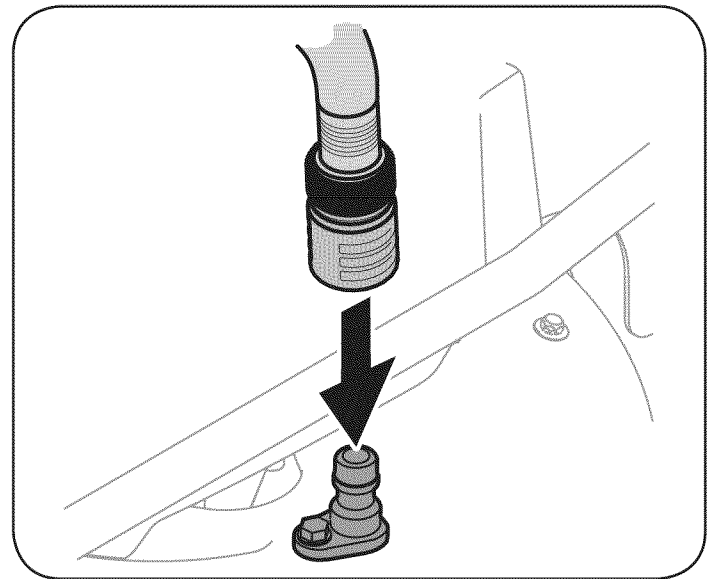

Figura 13
3. Una la manguera con el pico de lavado al puerto de agua que se encuentra en la superficie de la plataforma. Vea la Figura 13.